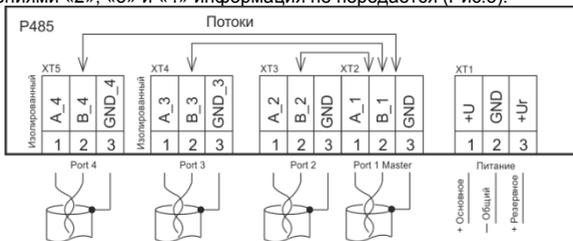

Рис.3 Режим работы «Звезда»
5.1 Режим работы «Звезда» (см. рисунок 3)
В этом режиме P485 ретранслирует получаемую информацию с мастер-порта «1» на остальные порты-ответвления «2», «3» и «4». В обратном направлении ретрансляция идёт от портов «2», «3» и «4» на порт «1». Между портами-ответвлениями «2», «3» и «4» информация не передаётся (Рис.3).